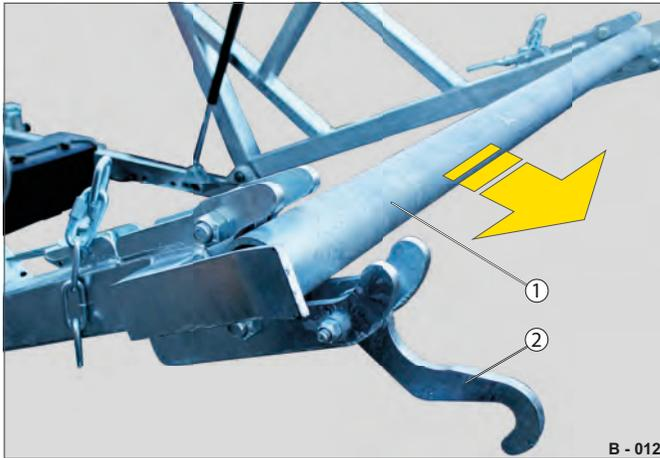

Fig. 4 Retrait de l'axe de transport
- ▶ Retirez l'axe de transport (Fig. 4 /1) du châssis porte-touret.